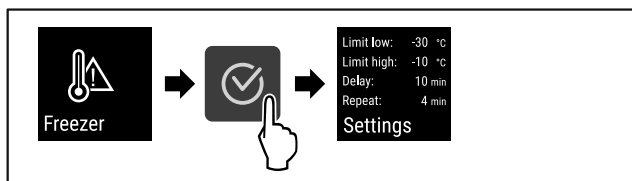

Fig. 102
- ▶ Eseguire i passi (vedere Fig. 102).